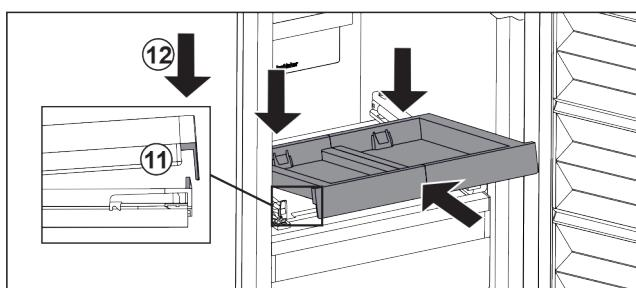

Fig. 108
- Вкарайте под ъгъл. Обърнете внимание на това, ограничителят и от двете страни да е зад езичето. Fig. 108 (11)
- Спуснете изтеглящата се дъска отпред. Fig. 108 (12)